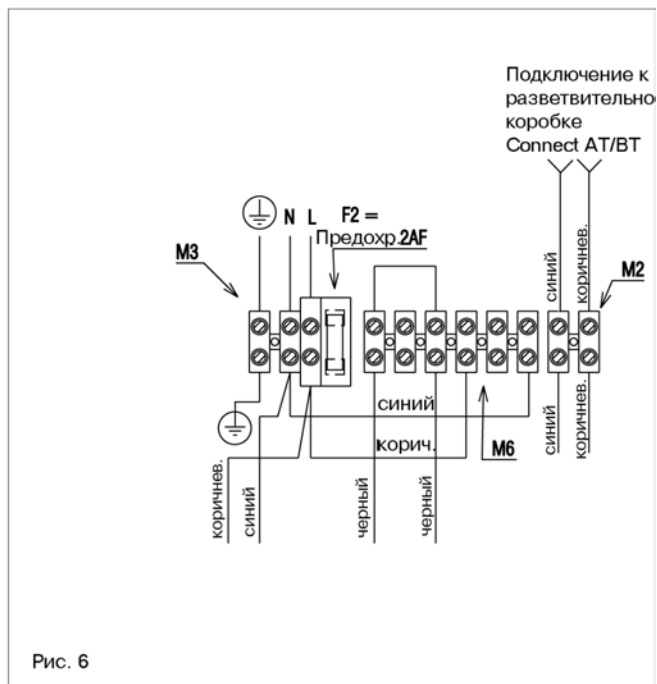

Рис. 6
2. Кабель для управления насосом на контуре с высокой температурой, провод с наконечниками. Присоедините два наконечника к клеммной колодке котла (смотри рисунок 6)